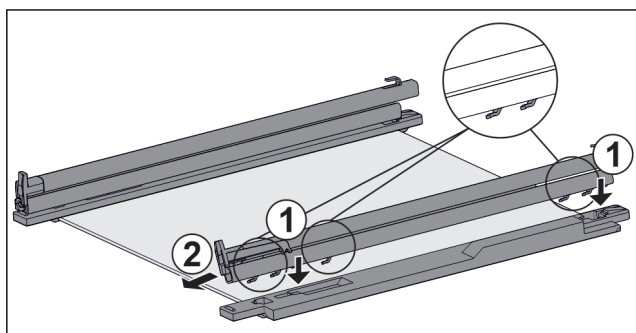

Fig. 38 Tablette en verre avec rails et pièces de retenue
- ▶ Placer les crochets du rail sur les ouvertures de la pièce de retenue de **gauche**. Fig. 38 (1)
- ▶ Tirer le rail vers l'avant. Fig. 38 (2)
- ▶ Placer les crochets du rail sur les ouvertures de la pièce de retenue de **droite**. Fig. 38 (1)